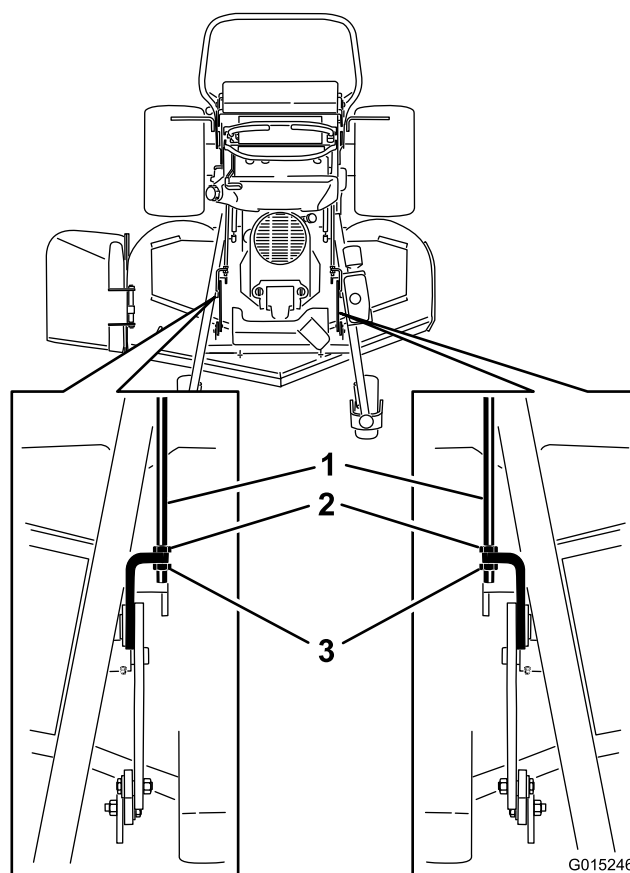

Figure 94
3. Pour les tabliers de coupe de 122 et 132 cm (48 et 52 po), desserrez les deux écrous avant et arrière sur les tiges de réglage (Figure 94).
Remarque: Le tablier de coupe doit reposer entièrement sur les 3 cales de 2x4 (Figure 94).
8. Si les dimensions ne sont correctes, réglez les écrous avant et arrière de chaque côté pour obtenir l'inclinaison longitudinale correcte (Figure 94).